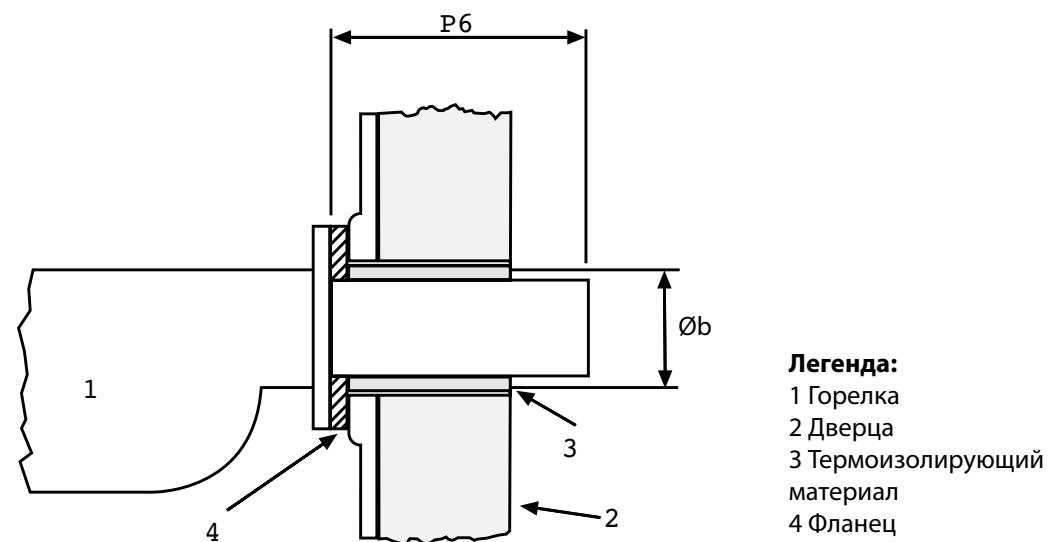

рис. 8
**Необходимо заполнить зазоры между соплом горелки и дверцей соответствующим термоизолирующим материалом (рис. 8).**